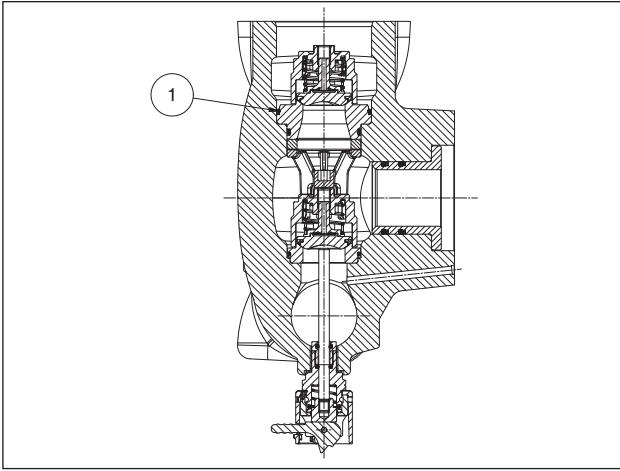

Abb. 128
Achten Sie besonders auf das Einsetzen des O-Rings Pos. ①, Abb. 128. Verwenden Sie das Werkzeug Art. 27516000, damit der O-Ring beim Einsetzen nicht reißt.